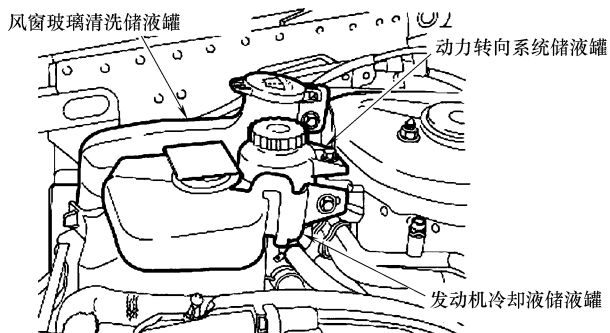

图 19-11 拆卸各个储液罐
- 6) 拆卸动力转向储液罐 (图 19-11) 并将其移到一旁。